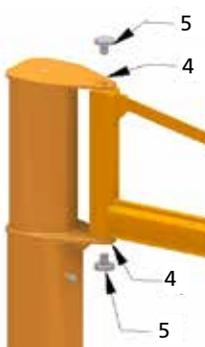

Abb.44
3. Die Pinole zwischen die Platten 4 einführen, bis die Drehachse der Pinole mit derjenigen der Platten übereinstimmt, und die Drehstifte 5 einsetzen, nachdem sie mit Fett geschmiert wurden (Abb. 44).